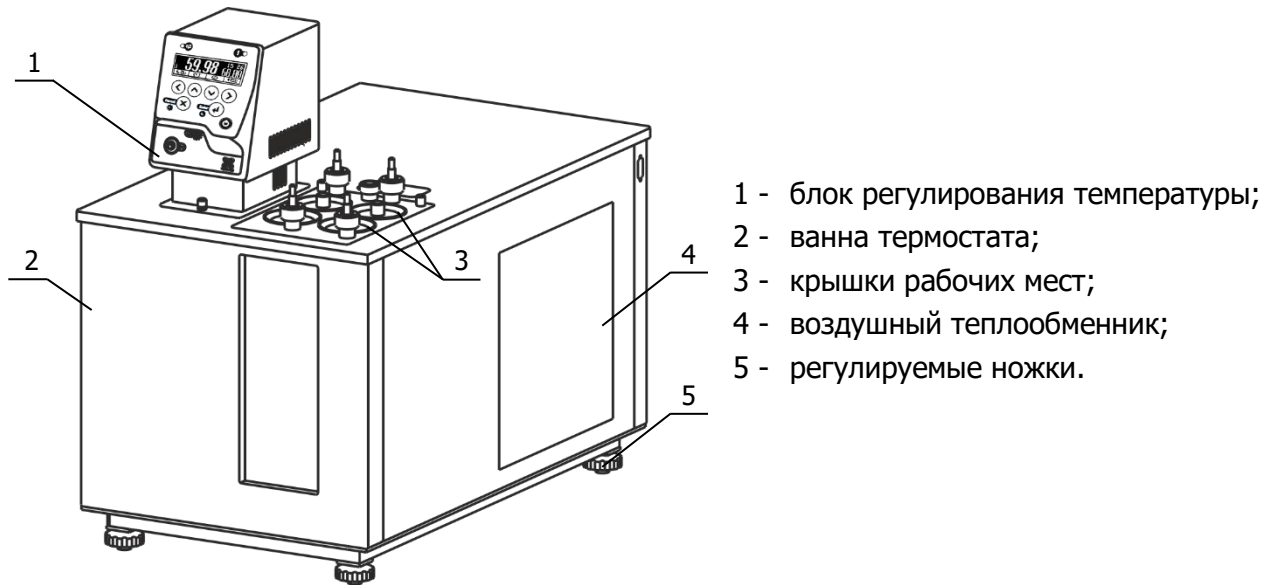

Рисунок 1 — Внешний вид термостатов
2.2.2 Установить ванну термостата на горизонтальную поверхность. Добиться горизонтального положения крышки ванны вращением ножек 5 (рисунок 1).
- использовать крышки 3 (рисунок 1), ограничивающие доступ воздуха к поверхности теплоносителя при выходе термостата на установленную температуру и в промежутках между испытаниями;